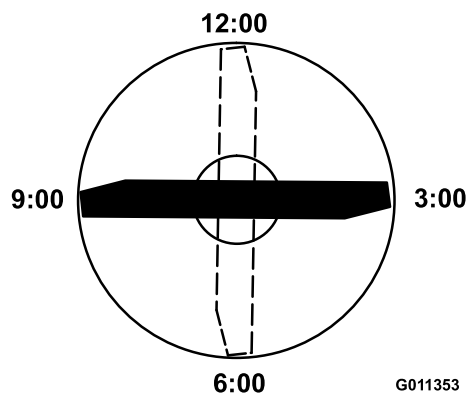

Рисунок 100
5. Установите режущую кромку отмеченного конца ножа в положение «12 часов» (строго прямо по направлению скашивания) (Рисунок 100) и измерьте высоту от стола до режущей кромки ножа.
6. Поверните отмеченный конец ножа в положения «3 и 9 часов» (Рисунок 100) и измерьте значения высоты.